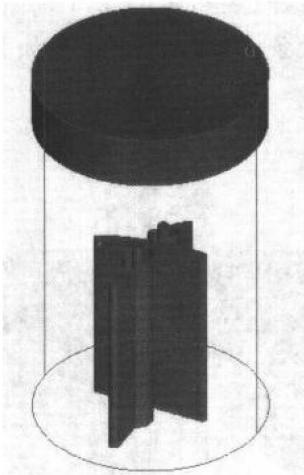

图 1-6
- (3) 将 Rectangular（矩形）的选项改为 Cylindrical（圆柱），并将直径改为“45”，结果如图 1-6 所示。